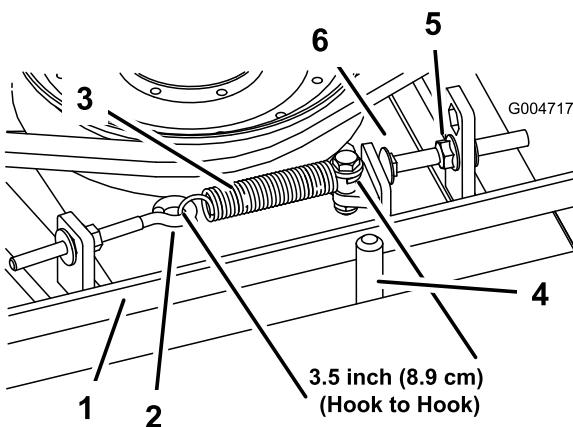

Figura 93
tonda) fino ad ottenere un gioco di 2 - 5 mm tra la testa del bullone ed il braccio di rinvio (Figura 93).
**Nota:** Verificate che la cinghia si trovi dal lato molla del guidacinghia (Figura 93).
2. Allentate il bullone ad occhio per consentire la rimozione della molla di prolunga (Figura 93).
3. Allentate il dado flangiato che fissa il bullone di arresto all'aletta di montaggio e spostate la puleggia tendicinghia dalla cinghia per rilasciare la tensione (Figura 93).
- Nota:** Verificate che la cinghia si trovi dal lato molla del guidacinghia (Figura 93).
9. Collegate la molla di prolunga (Figura 93) al bullone ad occhio e tendete la cinghia come segue: